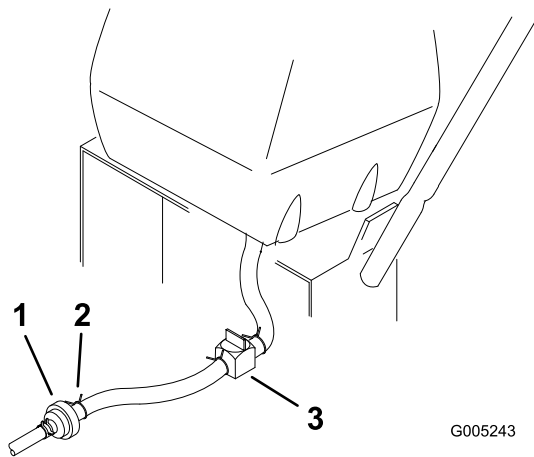

Figure 27
- Fermez le robinet d'arrivée de carburant sur le réservoir (Figure 27).
- Pincez les extrémités du collier de fixation et poussez le collier en haut de la conduite d'alimentation, à l'opposé du filtre à carburant (Figure 27).
- Débranchez la conduite d'alimentation du filtre à carburant (Figure 27). Ouvrez le robinet d'arrivée de carburant et laissez l'essence s'écouler dans un bidon ou un bac de vidange.